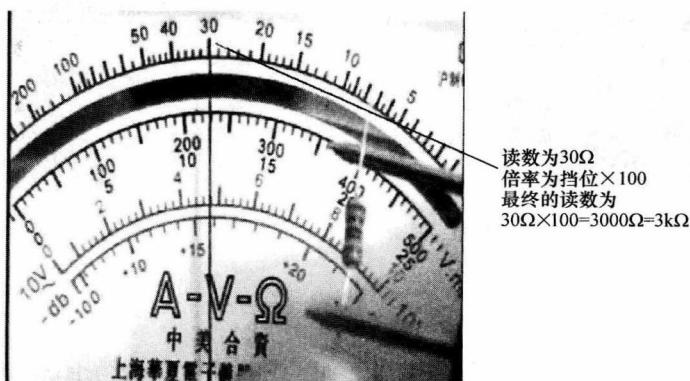

图1-4 实测电阻读数
5) 读出指针在欧姆刻度线(第一条线)上的读数，再乘以该挡量程上倍率( $\times 100$ )，就是所测电阻的阻值。如图1-4所示，测得该电阻阻值为 $3\text{k}\Omega$ 。